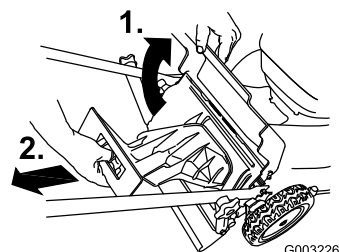

Figure 35
1. Soulevez le volet arrière et gardez-le dans cette position (Figure 35).
2. Retirez l'obturateur de l'éjecteur arrière (Figure 35).